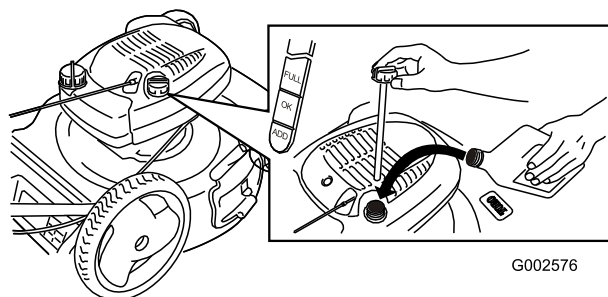

Figure 6
1. Retire la varilla (Figure 6).
2. Vierta **lentamente** aceite en el tubo de llenado hasta que el nivel llegue a la marca Full de la varilla (Figure 6). **No llene demasiado.** (Capacidad máxima: 0,6 l, tipo: SAE 30W, aceite detergente con clasificación de servicio API SF, SG, SH, SJ, SL o superior.)